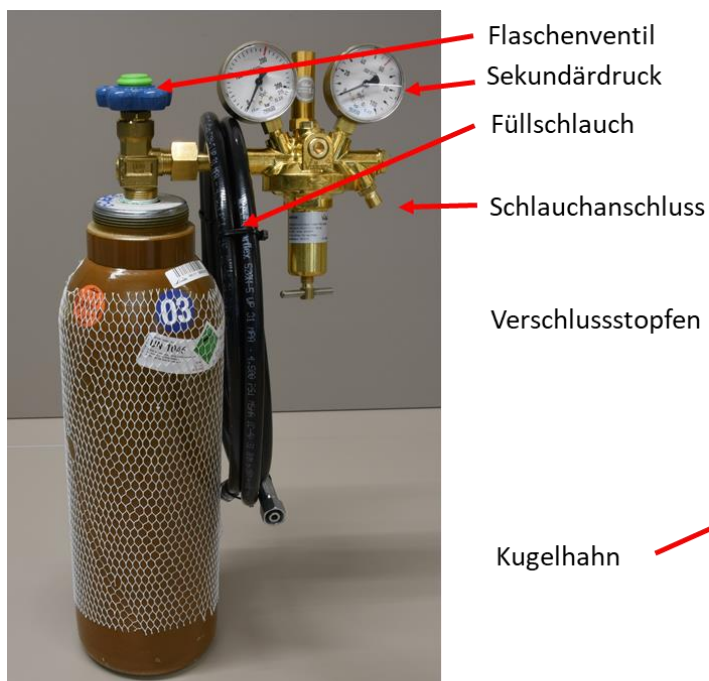

Bild 7: Helium Füllset
## Erhöhung des mittleren Prozessdruckes (dazu Bild 7 und 8)
- Verwenden Sie handelsübliches Helium aus Hochdruckflaschen. Frauscher bietet dazu ein Set bestehend aus einer 5 L Hockdruckflasche, einem Druckminderer und einen Füllschlauch an (Siehe Bild 7)